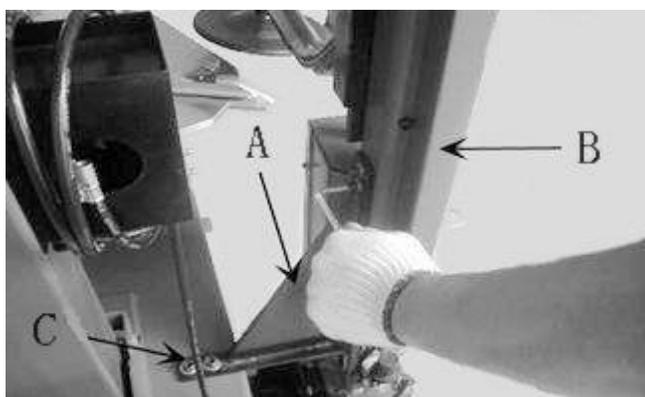
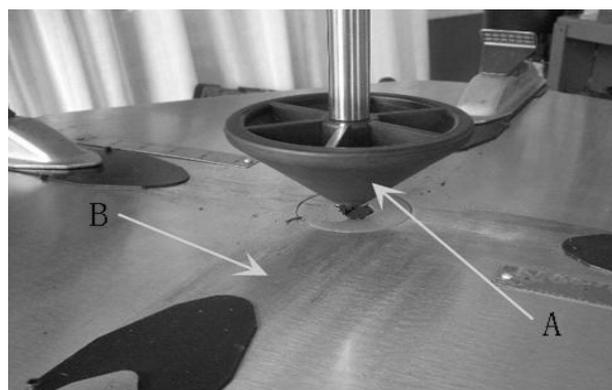

Рис. 7-4
Рис. 7-6
7.1.5 С помощью опорного кронштейна (Рис.7-4 А) соедините кронштейн корпуса с корпусом и вставьте болт для фиксации.
7.1.7 Подключите источник подачи воздуха, вставьте соединительный стержень конического ролика (Рис. 7-6 А) в отверстие вращающегося штифта (Рис.7-6 В) вращающейся ручки. Вручную настройте распределительный клапан так, чтобы кончик конического ролика совпадал с центром поворотного стола (Рис.7-7). Если он не совпадает, с помощью отвертки отрегулируйте положение основания (Рис.7-4) так, чтобы они совпадали. После того, как отрегулируете, зафиксируйте болт.